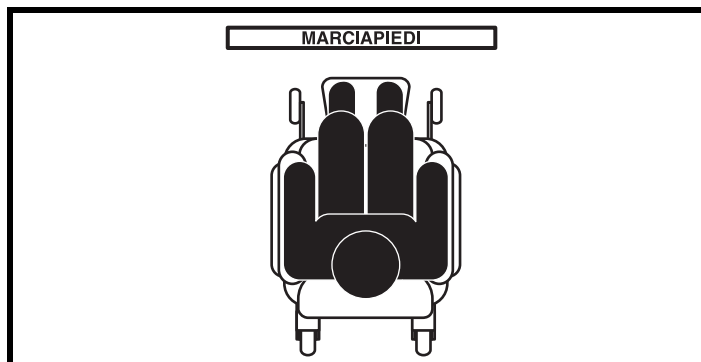

Figura 2. Approccio al marciapiede (corretto)
1. Avvicinare lentamente il marciapiede o l'ostacolo. **Vedere la figura 2.**
1. Avvicinare lentamente il marciapiede o l'ostacolo e verificare che la Carrozzina elettrica stia viaggiando perpendicolarmente all'ostacolo. **Vedere la figura 2.**